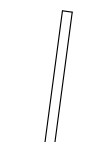

図5-5 寸法を外れたイメージ
- 柱の上部と下部の相対寸法差が5mmを超えた図5-5の場合、シャッターが取付けられなかったり、シャッター取付け後に異音やキズが発生して正常に作動しなくなる場合があります。